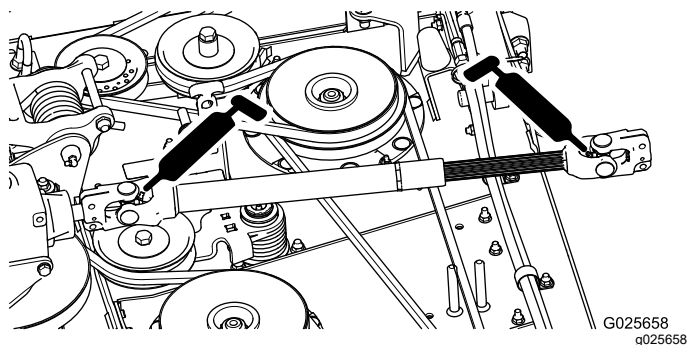

Рисунок 18
- Вал привода механизма отбора мощности (2 места) (Рисунок 18)